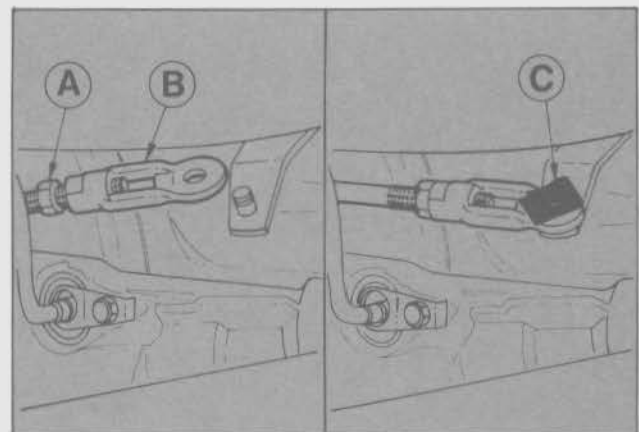

Fig. 34 - Instalación de la varilla de accionamiento
- Instalar la varilla de accionamiento de cambios (primera en el extremo que la vincula a la leva de la caja y fijarla con el seguro correspondiente (Fig. 34).